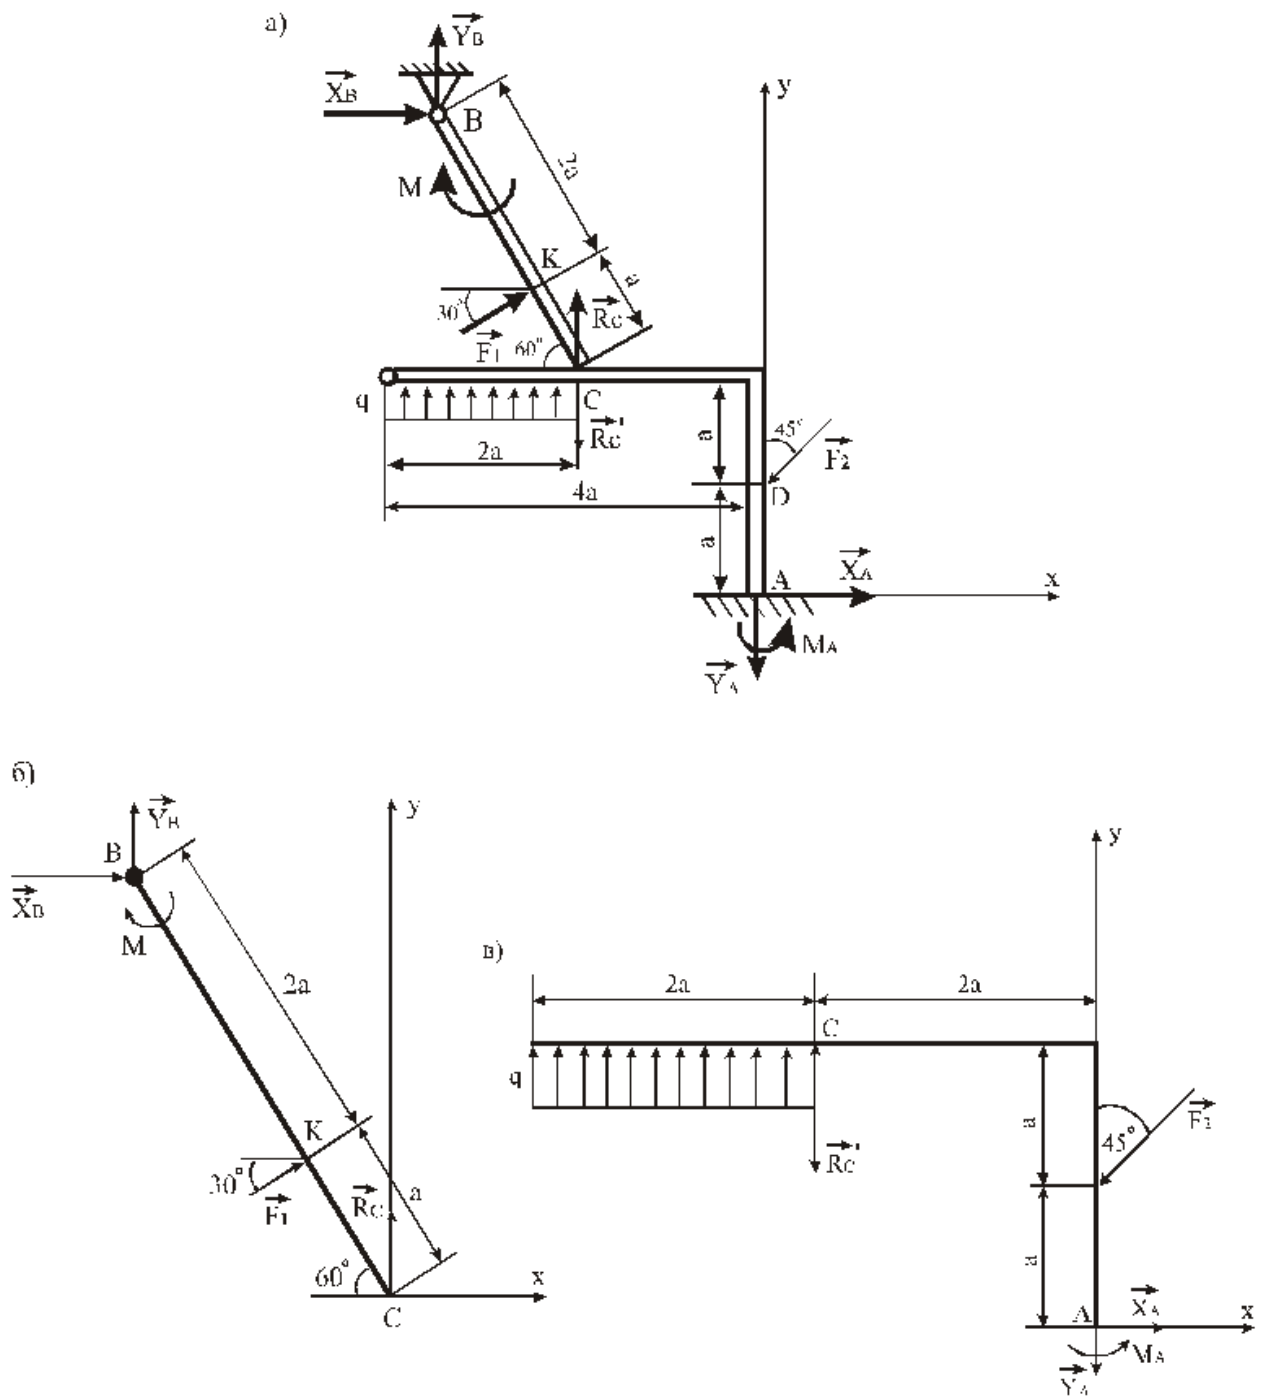

Рис.21
Пример 9. Конструкция (рис. 21) состоит из жесткого угольника и стержня, которые в точке С свободно опираются друг о друга. Внешними связями, наложенными на конструкцию, являются: в точке А – жесткая заделка, в точке В – шарнир. На конструкцию действуют: пара сил с моментом $M = 80 \text{ кН}\cdot\text{м}$, равномерно распределенная нагрузка интенсивности $q = 10 \text{ кН/м}$ и силы: $F_1 = 15 \text{ кН}$ и $F_2 = 25 \text{ кН}$. При определении размеров конструкции принять $a = 0,35 \text{ м}$. Определить реакции связей в точках А, В и С.
2. Выбираем систему координат ХАУ (см. рис. 21).
1. Задачу решаем способом расчленения. Рассмотрим сначала равновесие стержня BC (рис. 21, б). На стержень действуют реакции связей $\vec{X}_B, \vec{Y}_B, \vec{R}_C$, сила \vec{F}_1 и момент \vec{M} . Для полученной плоской системы сил можно составить три уравнения равновесия, при этом сумму моментов внешних сил и реакций связей удобнее считать относительно точки В:
Теперь рассмотрим равновесие угольника CA (рис. 21, в). На угольник действуют: реакции связей $\vec{X}_A, \vec{Y}_A, \vec{M}_A, \vec{R}'_C$, сила \vec{F}_2 и распределенная нагрузка q . Заметим, что $R'_C = R_C = 132,38$ кН. Для данной плоской системы сил можно составить три уравнения равновесия, при этом сумму моментов сил будем считать относительно точки С:
А теперь для наглядного доказательства того, какое значение имеет правильный выбор точки, относительно которой составляется уравнение моментов, найдем сумму моментов всех сил относительно точки А (рис. 21, в):